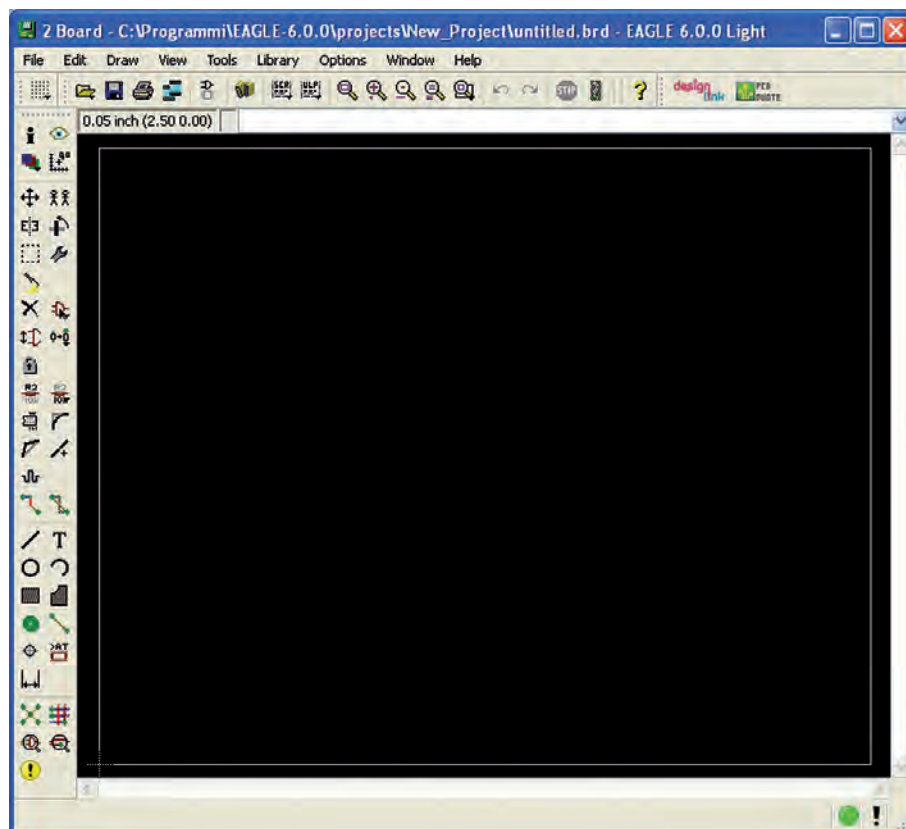
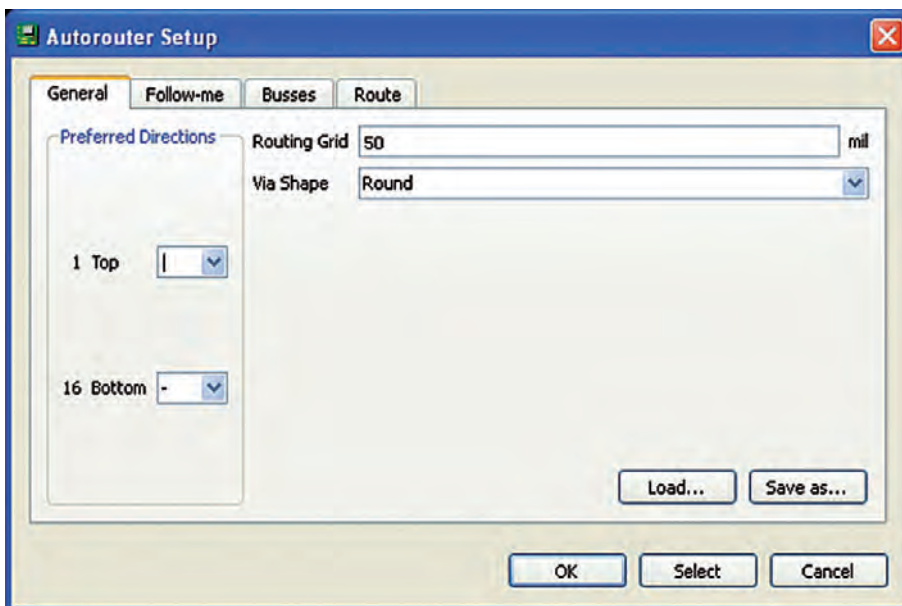

Figura 2: Board Editor.
Figura 4: Autorouter setup.
- schematic editor (**figura 2**), per disporre i componenti sul circuito stampato;
- autorouter (**figura 4**), per la sbrogliatura delle piste del circuito.
Nel modulo Layout Editor (**figura 2**), le connessioni sono mostrate come linee tese gialle. Si potranno quindi piazzare i componenti sulla scheda contando anche sull'efficiente funzione di Forward&Backward annotation che mantiene lo schema sempre coerente con il layout. Una volta sistemati i componenti si potranno convertire le linee di connessione in vere e proprie piste: a mano, o con il valido aiuto dell'autorouter (**figura 4**).